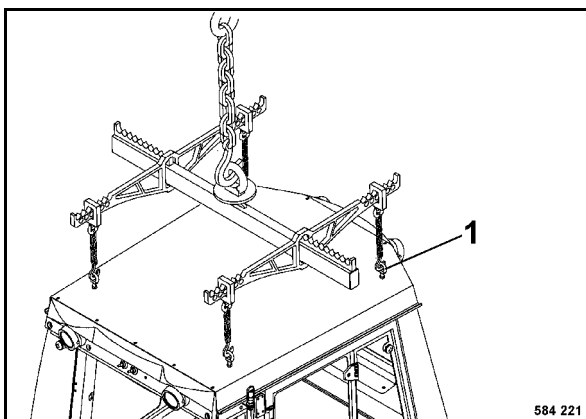

Fig. 235
- Fijar el medio de fijación en las cuatro orejas de elevación 1 (Fig. 235).